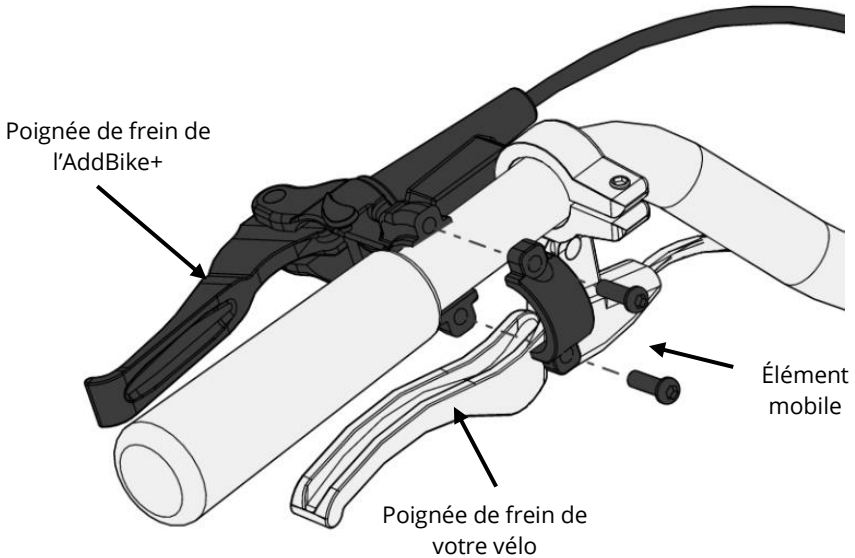

Figure 60 - Vue du frein de l'AddBike+ et de sa visserie
- Dévissez l'élément mobile de fixation de la poignée en desserrant les éléments de visserie ou les molettes de serrage (Cf. figure 60) ;